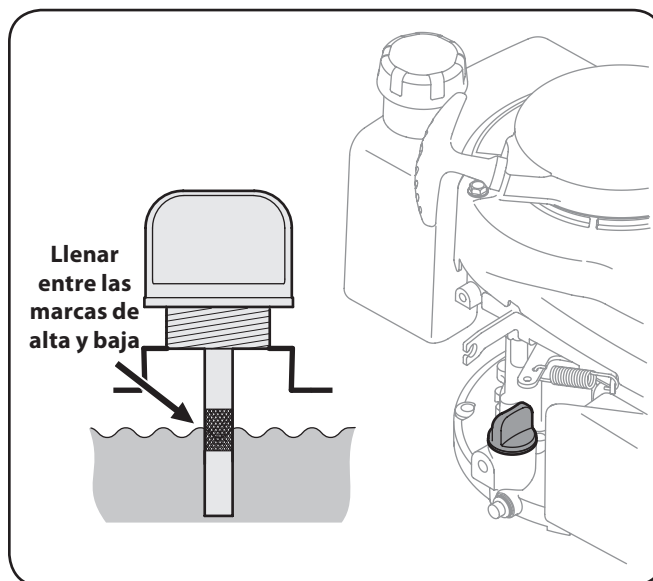

Figura 3-2
1. Retire el tapón de llenado de aceite/la varilla de medición y limpie la varilla de medición de aceite. Vea la Figura 3-2.
3. Saque el tapón / la varilla de medición de aceite. Si el nivel es bajo, agregue lentamente aceite hasta que el nivel registrado esté en un punto intermedio entre alto y bajo, Figura 3-2.